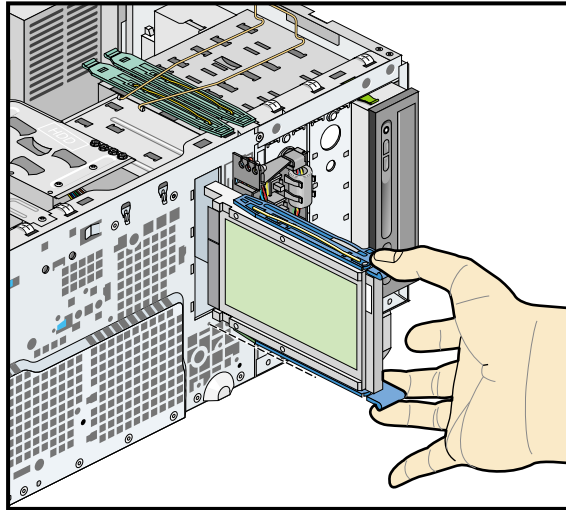

Abbildung 4-18 Entfernen des Festplattenlaufwerks
5. Drücken Sie die Laschen an den Laufwerkschienen gegen die Seiten des Laufwerks. Schieben Sie das Laufwerk aus dem Laufwerk-Einbaurahmen. Siehe Abbildung 4-18.